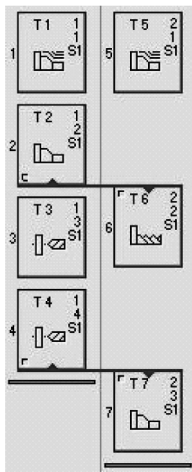

图 8-9 设置同步
- 现在我们需要增加两个同步。第一个是使操作 6 在操作 2 之后开始，第二个同步是操作 7 开始于操作 4 之后，如图 8-9 所示。